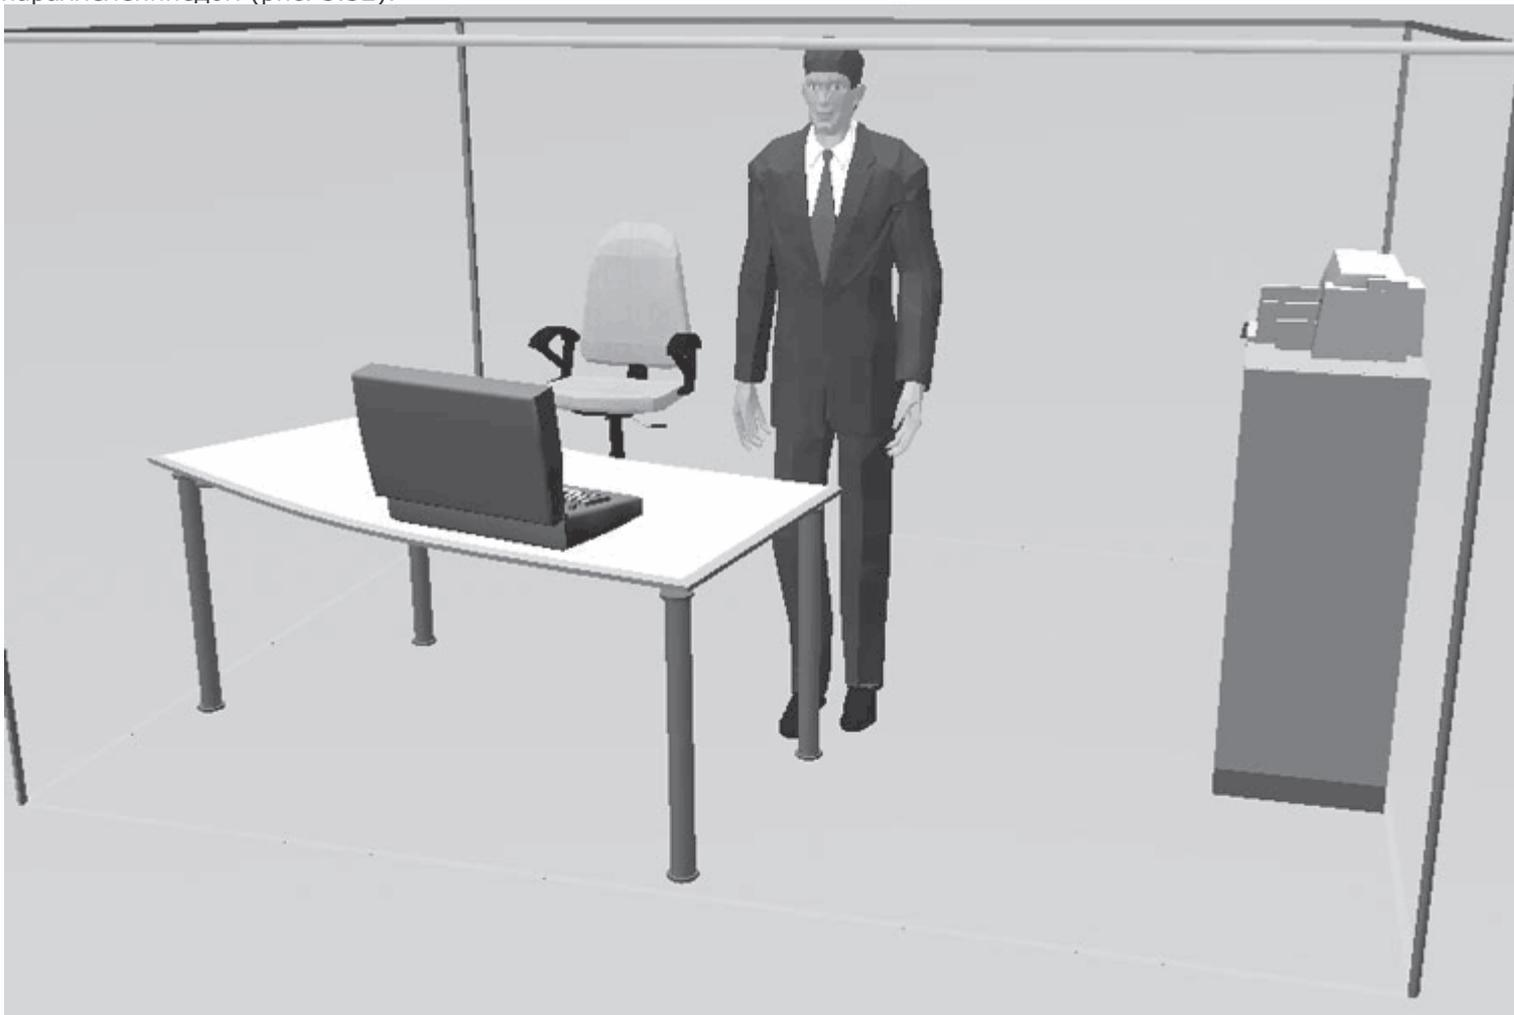

Рис. 5.32. Выделенная группа объектов
6. После закрытия окна Обозначение группы все выделенные ранее объекты будут охвачены общим габаритным параллелепипедом (рис. 5.32).